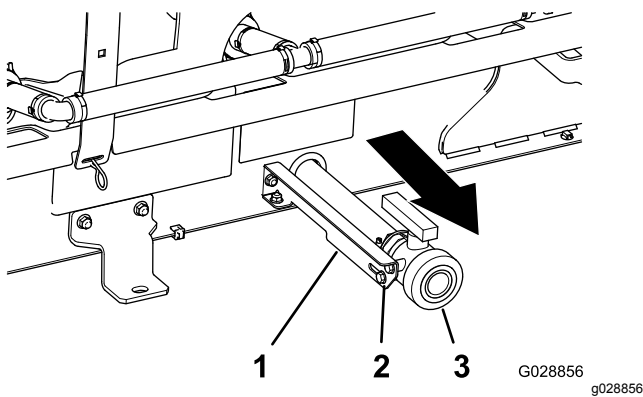

Figure 11
- A. Sur le côté gauche de la cuve, desserrez les 2 boulons à embase qui fixent le robinet de vidange au support de vanne (Figure 11).
- B. Déplacez le robinet de vidange vers l'extérieur, au bout des fentes du support (Figure 11).
- C. Serrez les 2 boulons à embase (Figure 11).